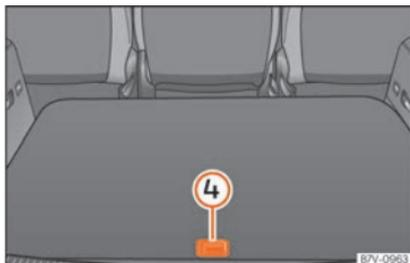

Fig. 192 Autres rangements dans le plancher du coffre.
Ouvrir le rangement arrière » fig. 192 ④ :	▷ Levez la partie arrière du plancher du coffre grâce à la poignée.